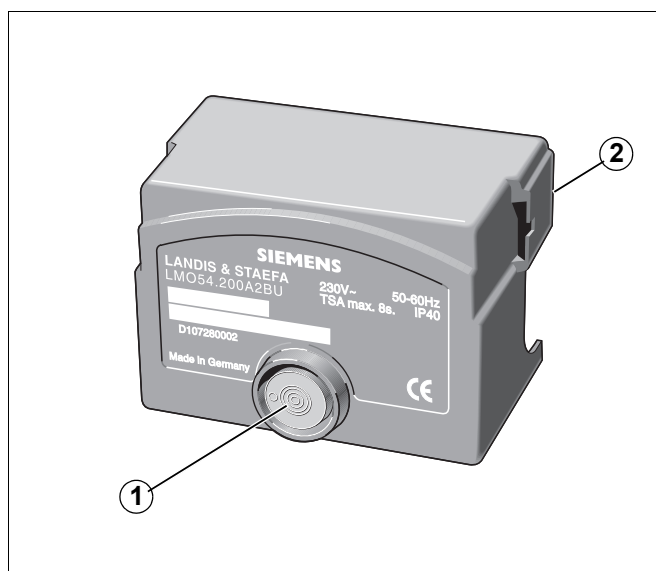

Abb. 1 Ölfeuerungsautomat LMO
Im Störfall kann der Entstörtaster (Abb. 1, Pos. 1) am Ölfeuerungsautomat gedrückt werden (siehe Kapitel „Störungen beheben“, Seite 4).
- Mit einem Schlitz-Schraubendreher die Lasche (Abb. 1, Pos. 2) des Ölfeuerungsautomaten nach außen drücken und Gerät vom Stecksockel abziehen.